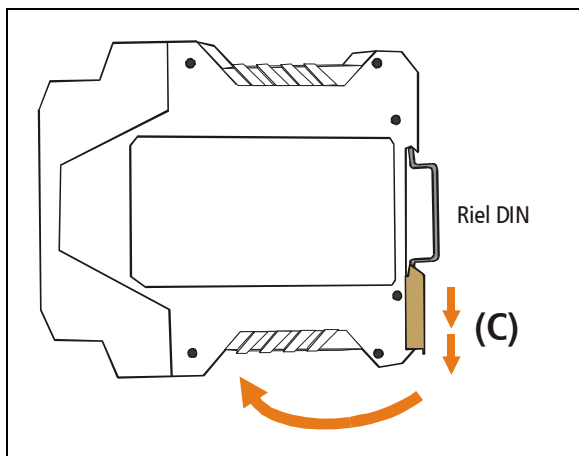

Figura 12 - Desmontaje del equipo
Para desmontar el equipo del riel DIN (figura 12), tire hacia abajo del clip metálico del equipo (C) y luego retírelo del riel.